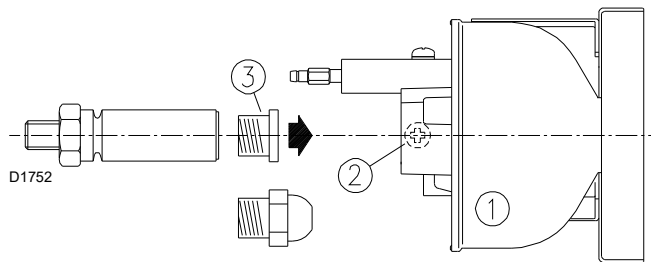

Fig. 11
- Allentare la vite 2)(Fig. 11) e sfilare il gruppo stabilizzatore fiamma 1), togliere il tappo in plastica 3) e montare l'ugello: non usare prodotti per la tenuta: guarnizioni, nastro o sigillanti.